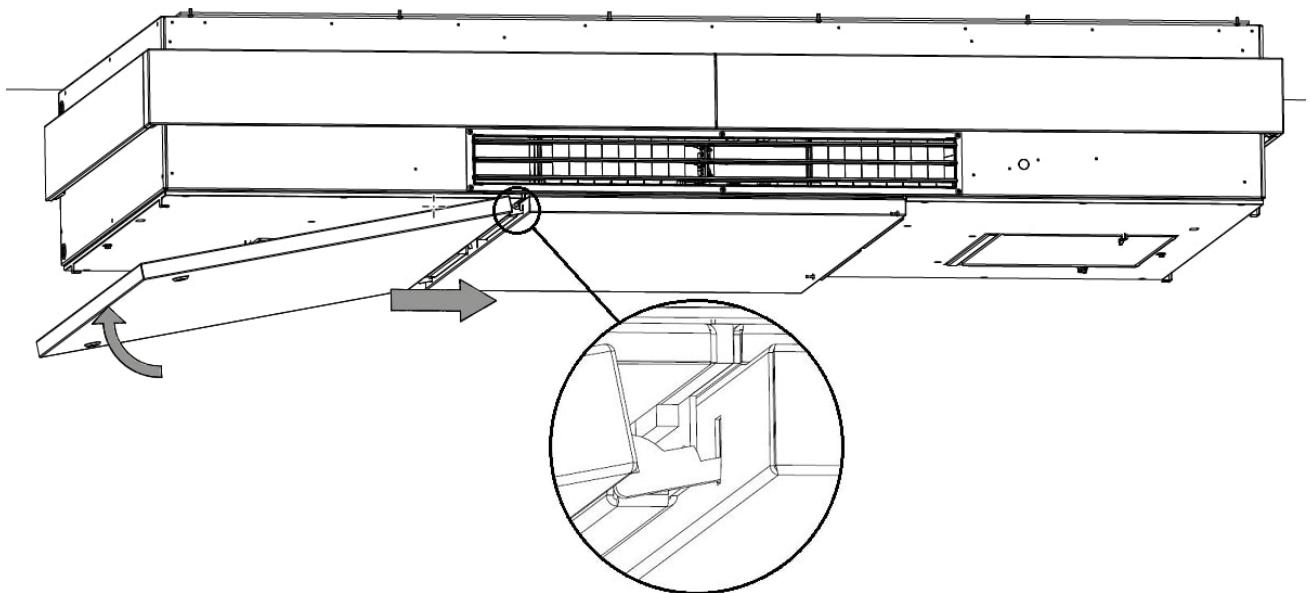

Abbildung 54: Einhängen des linken Gehäusedeckels
- Heben Sie den linken Gehäusedeckel nach oben und hängen Sie sie ihn an der mittleren Platte ein, siehe Abbildung 54 unten.